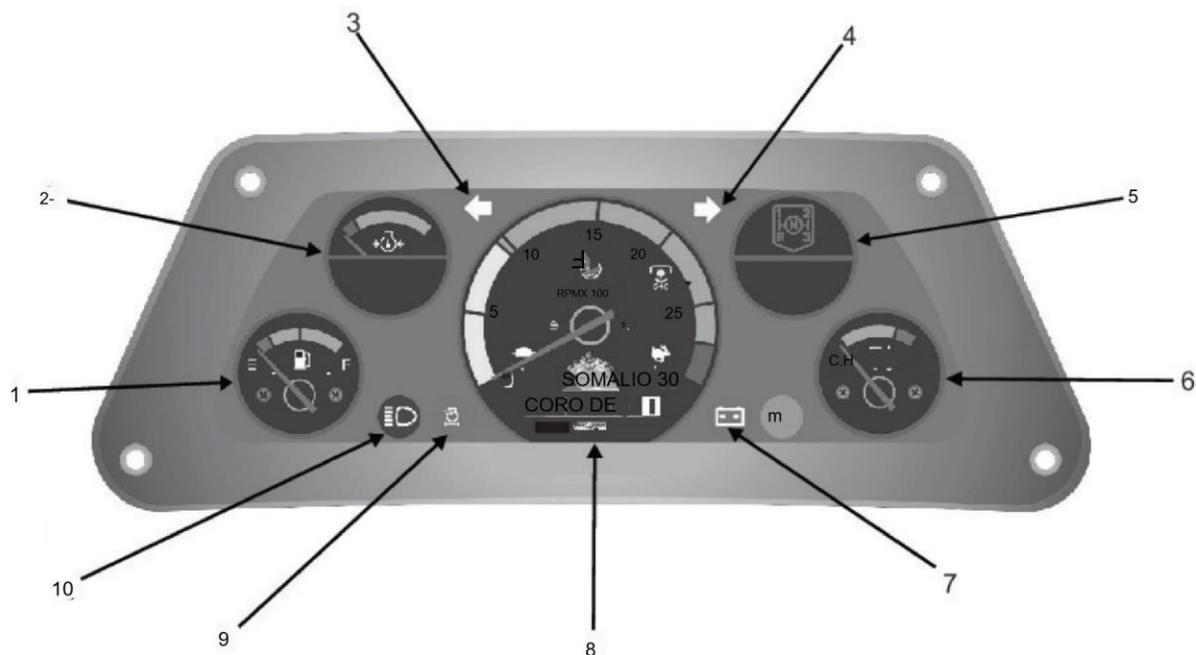

Fig. 3.2a
3.2a Instrumentpanel (Til 20 model) - Fig. 3.2a